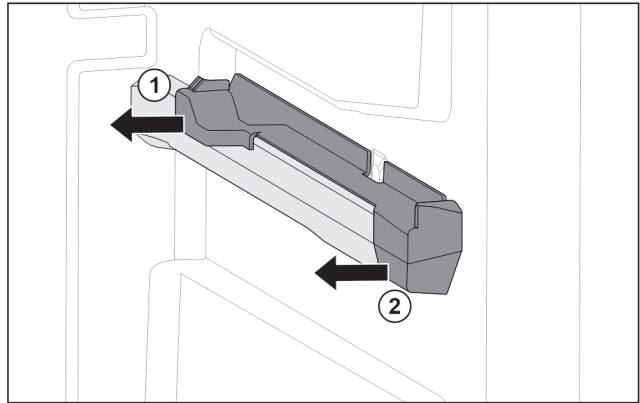

Fig. 131 Aufsteckteil auf der rechten Behälterrippe
- ▶ Aufsteckteil unten hinten greifen. (1)
- ▶ Aufsteckteil hinten zur Seite abziehen. Fig. 131 (2)